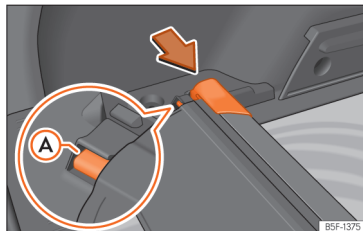

Fig. 181 Al maleters: allotjament per guardar la safata enrotllable.
- Premeu el capçal de la safata enrotllable en el sentit de la fletxa fins encaixar-lo en l'allotjament previst a tal efecte »» fig. 181. Assegureu-vos que el pati A encaixa en el lloc corresponent.